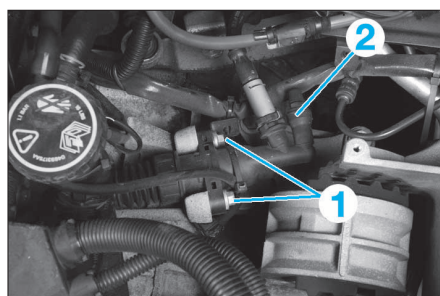

FIG. 5
- Déboîter les rotules des câbles de commande (2).
- le support (3) des câbles de commande.
- les 2 vis (1) (Fig.5) de fixation du cylindre récepteur d'embrayage.